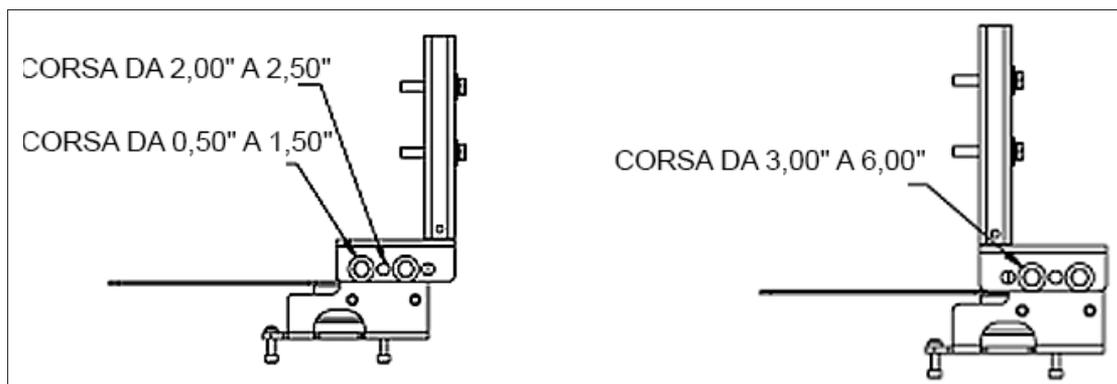

Figura 20 - Configurazione della staffa Corse 0,5 - 2,50" e 3-6"
4. Montare la staffa della presa di forza sul blocco dello stelo con un angolo che mantenga il gruppo del tirante parallelo allo stelo (Figura 20), con: